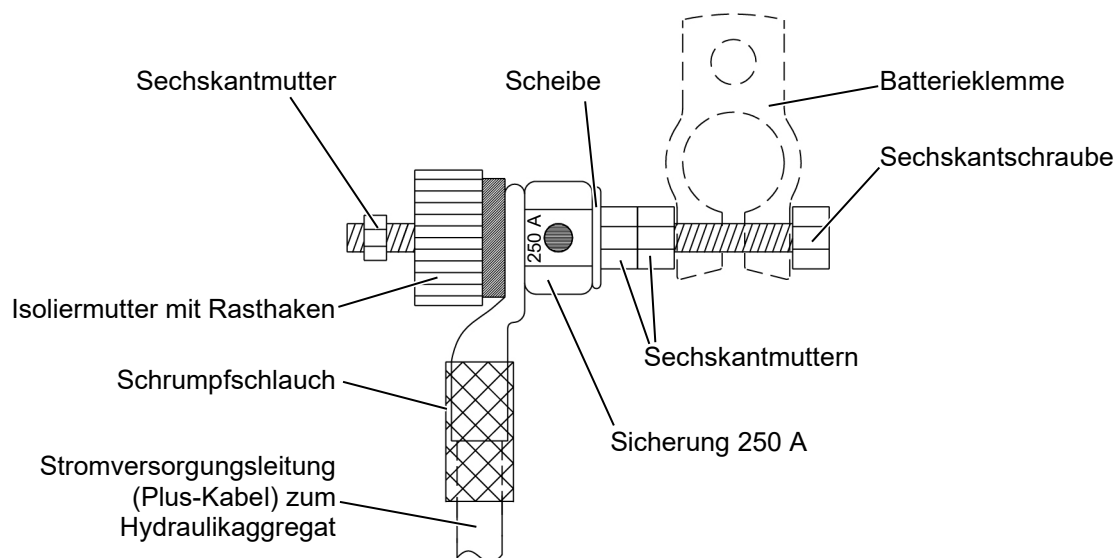

Abbildung 11: Batterieanschluss mit Sicherung
- ▶ Schließen Sie das Aggregat an die Zusatzbatterien im Fahrzeug an. Verwenden Sie zu diesem Zweck die mitgelieferte 250 A-Sicherung (siehe Abbildung 11, Seite 22).